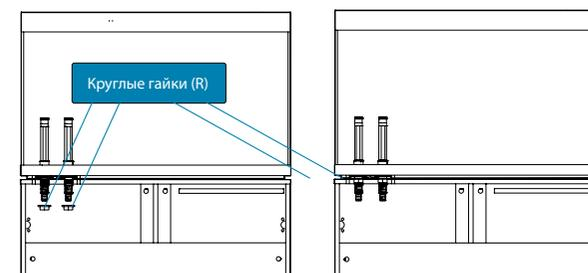

Рис. 3
- Откройте шкаф. Завинтите и затяните круглую гайку (R) на нижнем конце стержня (A) (рис. 3).
- Вставьте выпускной патрубком (N) в один конец выпускного стержня (B).
- Откройте шкаф. Завинтите и затяните круглую гайку (R) на нижнем конце второго стержня (A) (рис. 3).